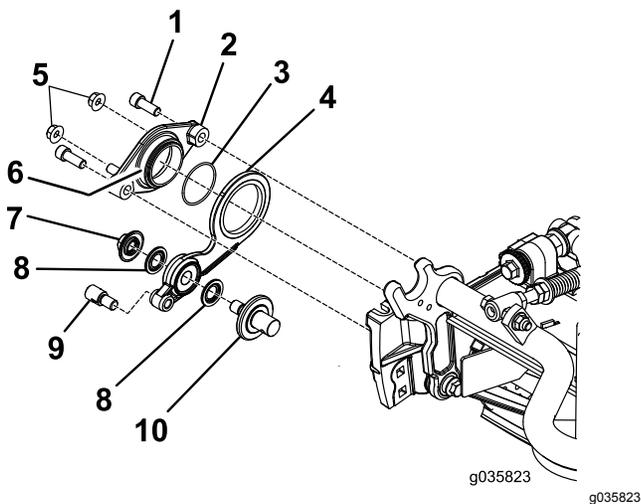

Figura 9
1. Monte as peças que constituem o conjunto do rolete, como se mostra na Figura 9. Aperte a porca flangeada (¼ pol.) com 37 a 45 N·m; aperte o anel de ajuste com 33 a 41 N·m.
4. Aplique composto antigripagem no diâmetro exterior do conjunto do terminal de articulação (Figura 9).
5. Fixe o terminal de articulação sob o conjunto do rolete do cilindro utilizando dois parafusos de cabeça sextavada (Figura 9).
6. Instale sem apertar as duas porcas de bloqueio no terminal da articulação (Figura 9).